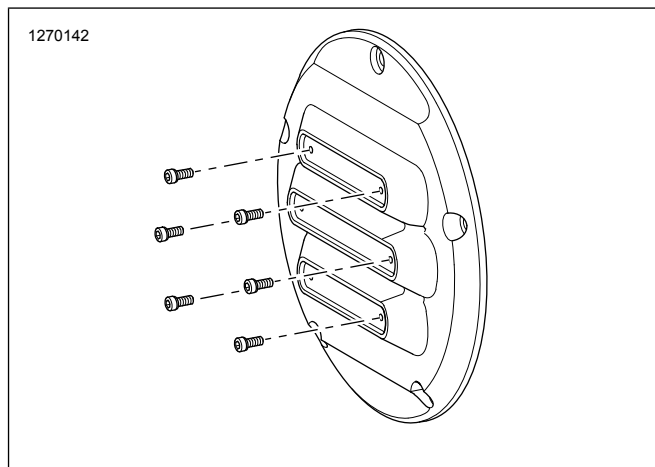

Figura 3. Tornillos decorativos
6. **Kits: 25700768, 25700822, 25700825, 25700826 únicamente.** Ver Figura 3. Instale los tornillos decorativos en la cubierta.